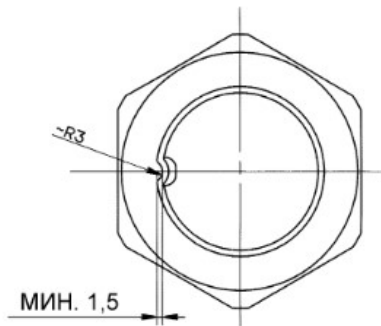

Рис. 6.28. Фиксация стопорной гайки
8. Выполнить протяжку гаек рулевых наконечников с моментом 6..8 кгс*м и гайки крепления сошки с моментом 31,6...33,7 кгс*м. Закернить стопорную гайку, как показано на Рис. 6.28.